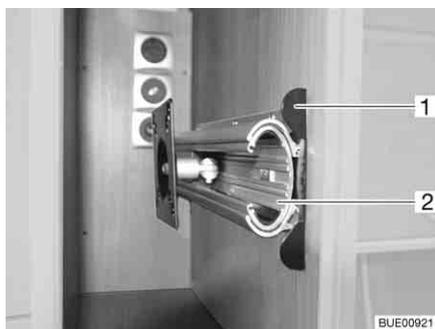

Fig. 44 Soporte en el armario de TV
- Hundir el listón de desbloqueo (Fig. 44,1).
- Extraer el dispositivo de extracción (Fig. 44,2) hasta el tope.
- Introducir el dispositivo de extracción (Fig. 44,2) hasta que engatille el listón de desbloqueo (Fig. 44,1).